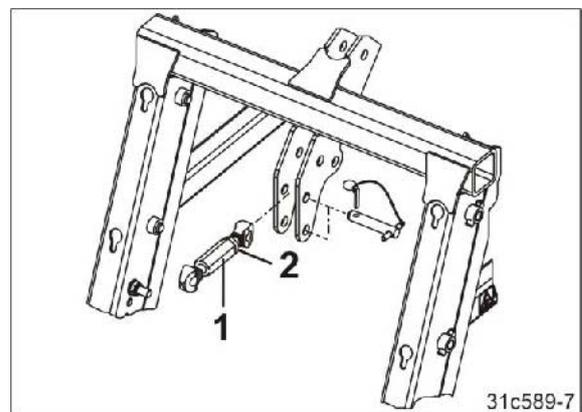

图 95
8. 将上连杆 (图 95/1) 插到播种机的上铰接点 (II 类) 上。
10. 通过延长或缩短上连杆来校直播种机。用锁紧螺母 (图 95/2) 固定住上连杆的调节器。